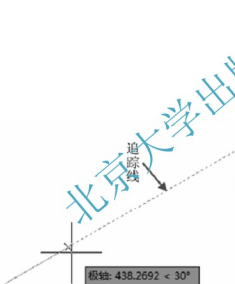

图 2-23 启用【极轴追踪】屏幕显示
极轴追踪功能可以相对于前一点，沿预先指定角度的追踪方向获得所需的点。该功能启用时，按预先设置的角度增量显示一条无限延伸的辅助线(一条虚线)，如图 2-23 所示。在绘图过程中，该功能可以随时打开或关闭。
① 【增量角】：用于设置角度增量的大小。在下拉列表中选择或输入某一增量角后，系统将沿与增量角成整数倍的方向上出现追踪矢量(图 2-23)，以指定点的位置。例如，增量角为 60° ，系统将沿着 0° 、 60° 、 120° 、 180° 、 240° 和 300° 方向出现极轴追踪线。